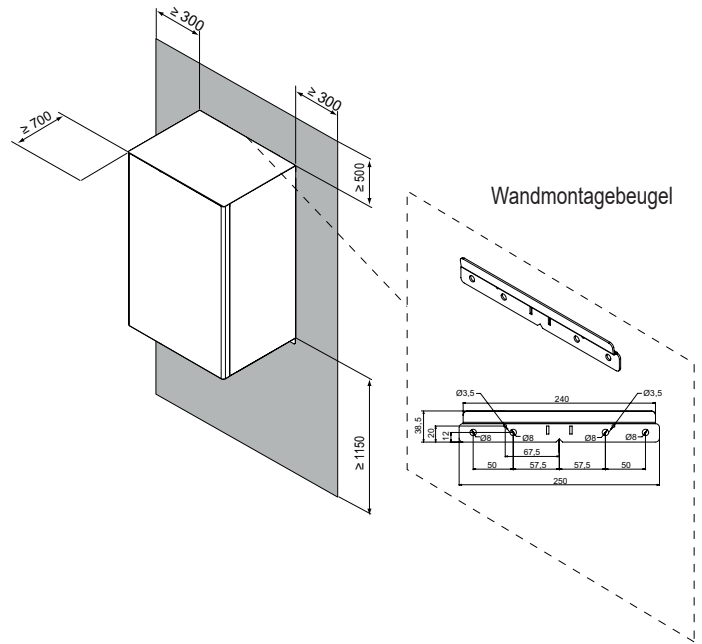

fig. 12 - minimale gebruiksruimte voor de binnenunit
- De ruimte rond het toestel is voldoende voor onderhoud, zie fig. 12.